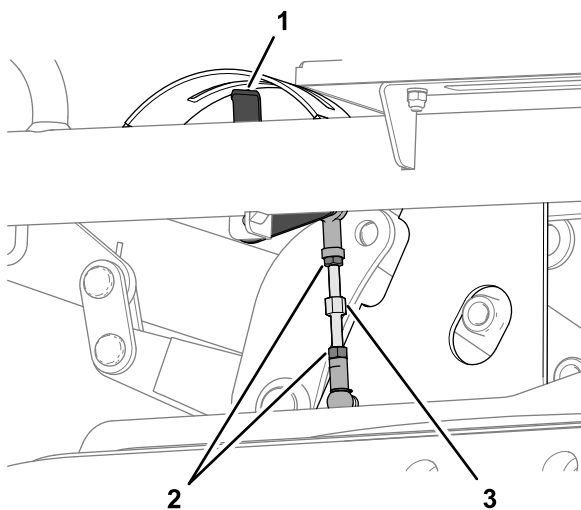

**Figura 130**
2. Sedetevi sul sedile dell'operatore e controllate il puntatore dell'indicatore dell'altezza di taglio (Figura 130).
- B. Ruotate la biella sinché il puntatore dell'indicatore dell'altezza di taglio, visualizzato dal sedile dell'operatore, non è allineato sul segno dei 75 mm (Figura 130 e Figura 131).